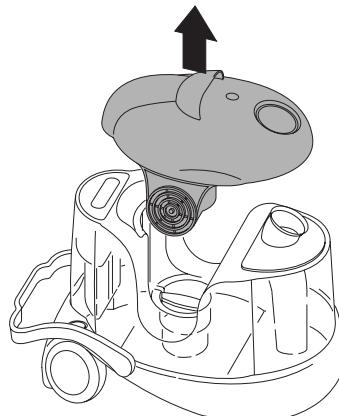

рис. 2
- Снимите головку двигателя С (рис. 2).